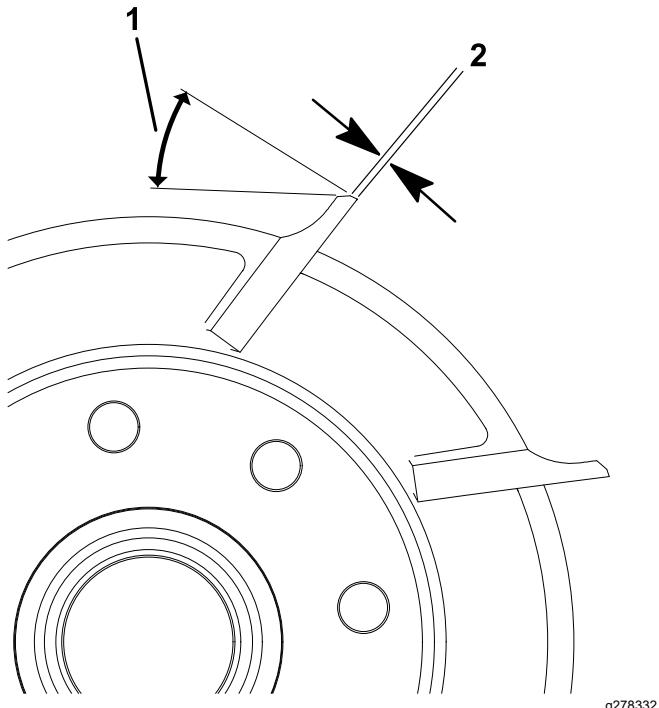

图 27
- 对所有滚刀棱面进行 30° 铲磨直至棱面宽度达到 0.8 mm 图 27。